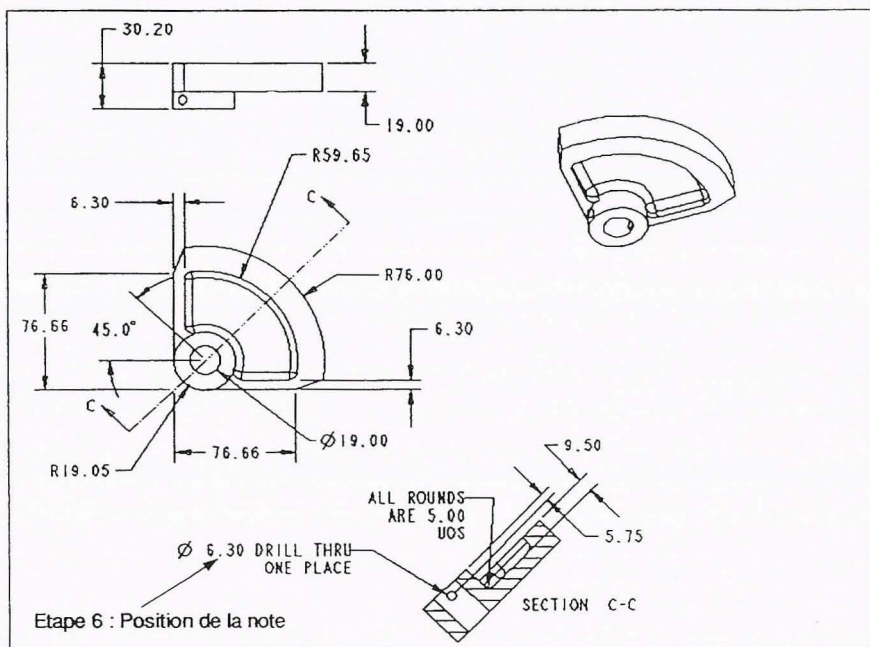

Figure 24-1
5. Piquez l'emplacement de la note (similaire à celui de la Figure 24-1). Toutes les cotes et paramètres passeront à leur forme symbolique.